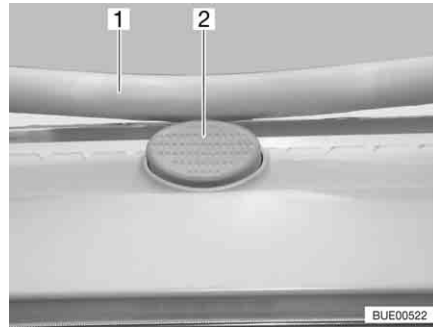

Fig. 60 Bouton de sûreté sur le lanterneau Heki
- Appuyer sur le bouton de sécurité (Fig. 60,2) et tirer l'étrier (Fig. 60,1) vers le bas avec les deux mains.
- Pousser l'étrier vers le haut avec les deux mains jusqu'à ce que ce dernier se trouve au-dessus du bouton de sûreté (Fig. 60,2).